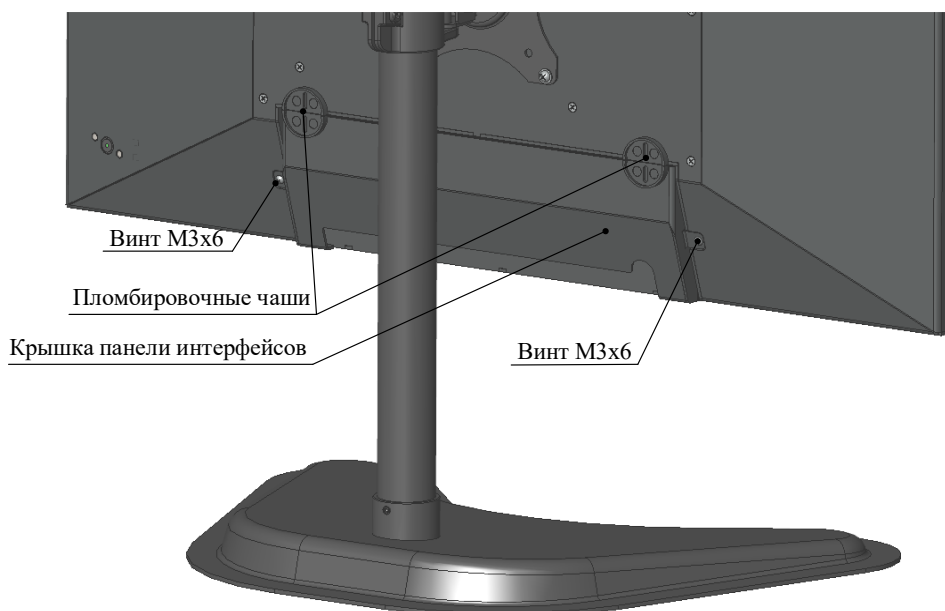

Рисунок 9 — Внешний вид изделия с крышкой панели интерфейсов
1) снять крышку панели интерфейсов, выкрутив 2 винта М3 х 6 (см. Рисунок 9);
5) установить крышку панели интерфейсов при помощи двух винтов М3 х 6 (см. Рисунок 9);
- 1) вскрыть пломбы и выкрутить два винта М3х6, фиксирующие крышку панели интерфейсов (Рисунок 9);